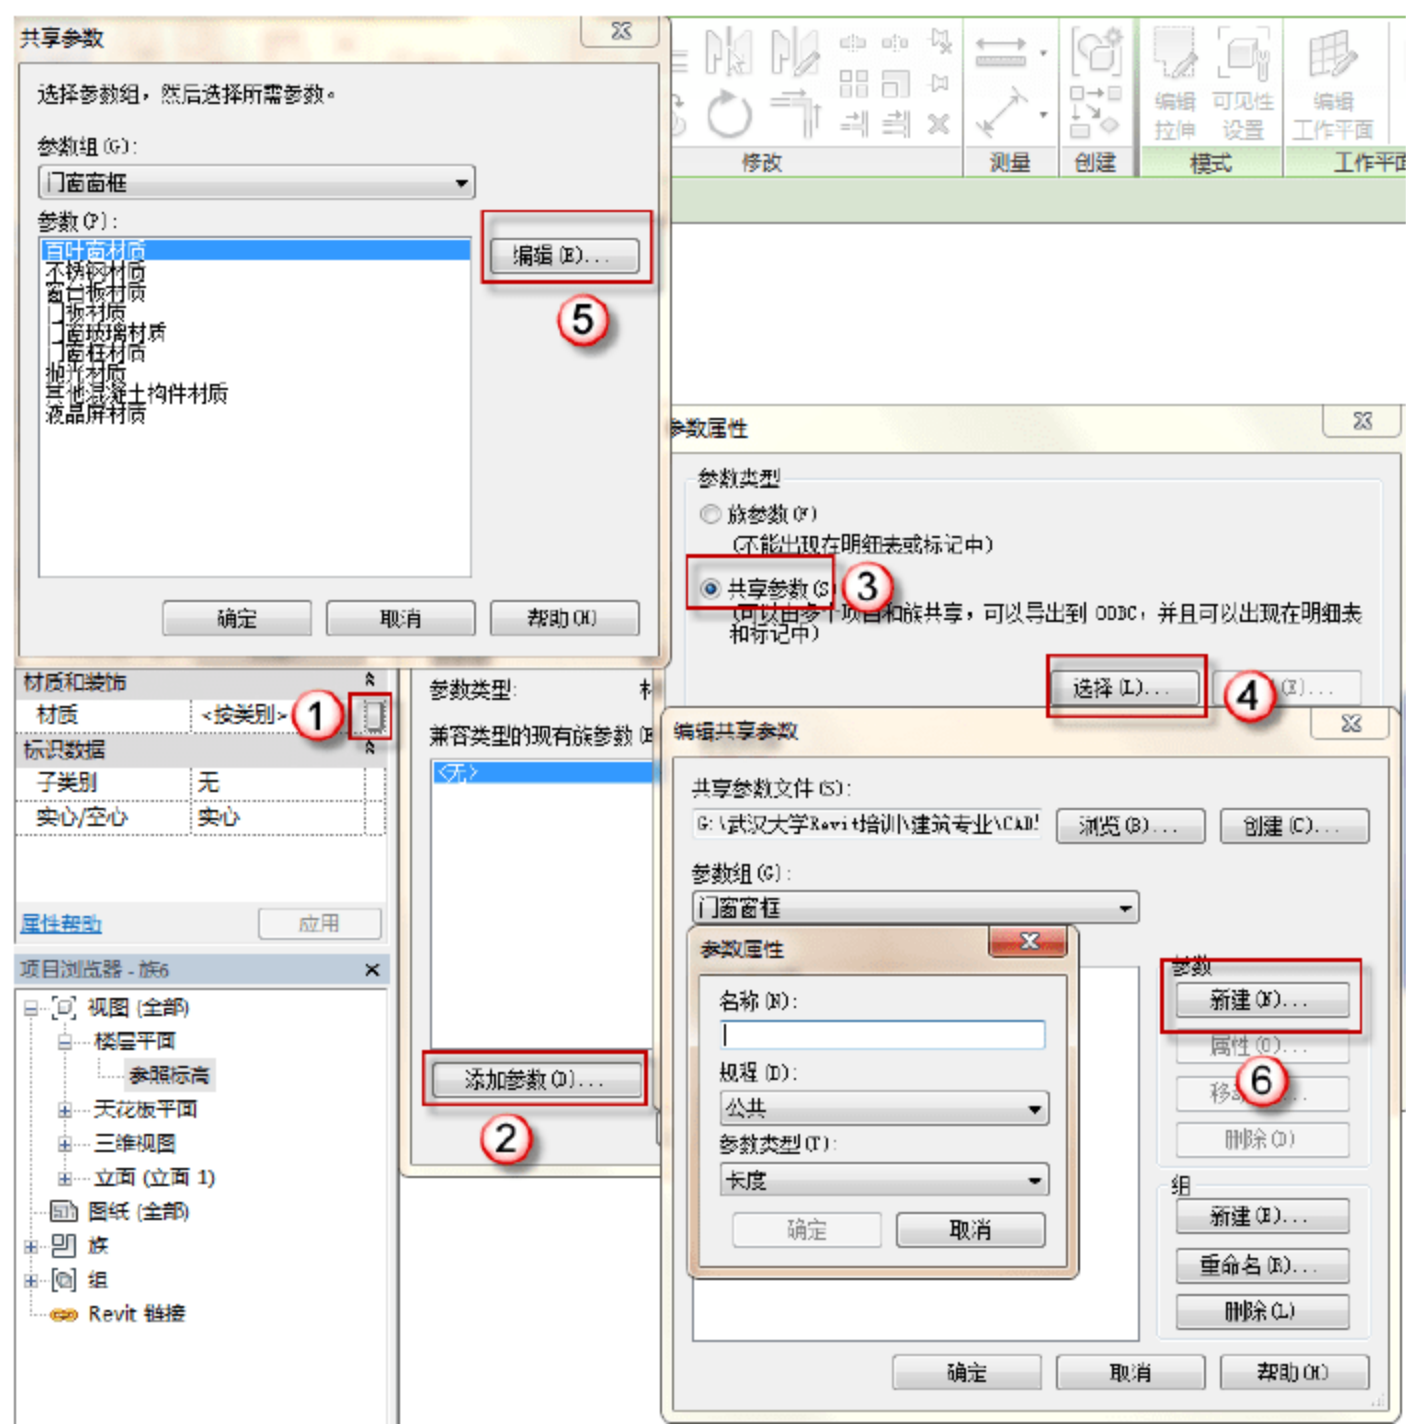

图 12.4.11 新建材质选项
(4) 设置材质。在“属性”面板中单击“材质”后的“关联族参数”按钮，在弹出的对话框中单击“添加参数”按钮，在弹出的对话框中选中“共享参数”单选按钮，然后单击“选择”按钮，弹出“共享参数”对话框，单击“编辑”按钮，在弹出的“编辑共享参数”对话框中，单击右侧参数选区的“新建”按钮，在弹出的“参数属性”对话框中，创建名称为“其他混凝土构件材质”，如图 12.4.11 所示。